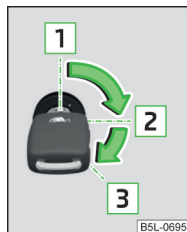

Fig. 119
Posicionamiento de la llave del vehículo en la cerradura de encendido » **fig. 119**
- Conecte el encendido **2** » **fig. 119.**
- Gire la llave a la posición **1** » **fig. 119 de la página 134.**